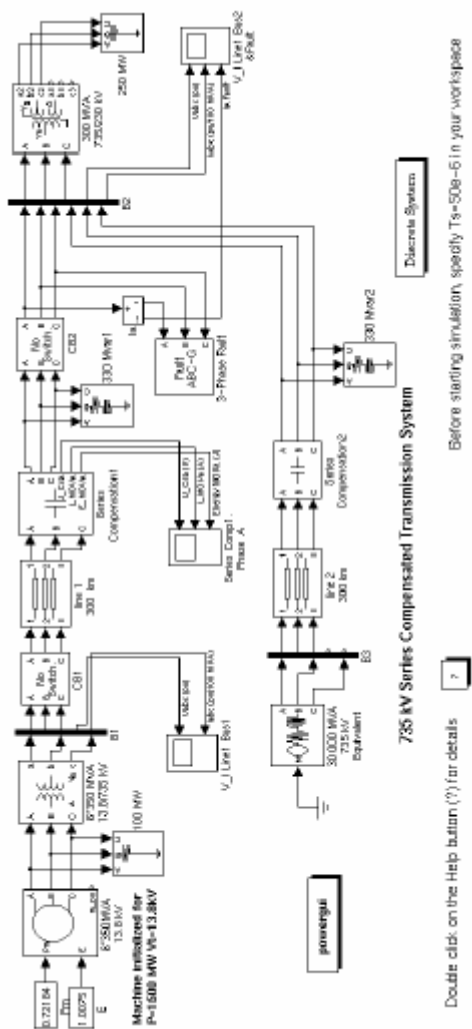

Рисунок 2-9: Последовательный компенсатор электрической сети, используемый для короткого замыкания на шине B2
6. Вы теперь имеете два сигнала, доступных на выходе блока **Multimeter** (мультиметр). Используйте блок **Demux** (расщипитель), чтобы вывести эти два сигнала на двух графиках **scope** (измерителя) (См. рисунок 2-9).